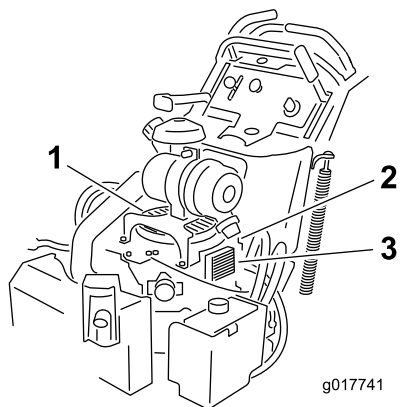

Figura 67
3. Retire la rejilla de entrada de aire y la carcasa del ventilador (Figura 67).
5. Instale la rejilla de entrada de aire, el arrancador de retroceso y la carcasa del ventilador (Figura 67).